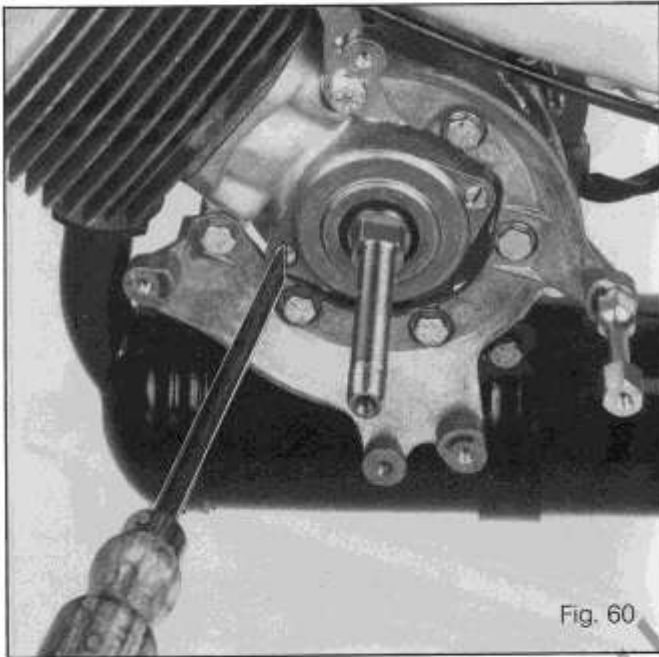

Fig. 60
- Dévisser les deux vis de fixation de la plaque d'arrêt du joint (*figure 60*).